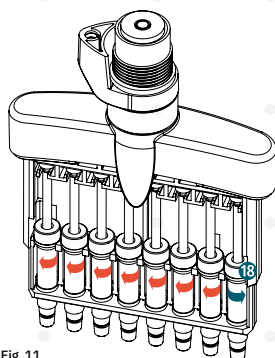

Fig. 11
- La unidad del émbolo 18 se afloja de su fijación girándola con ayuda de la llave Allen (Fig. 11).